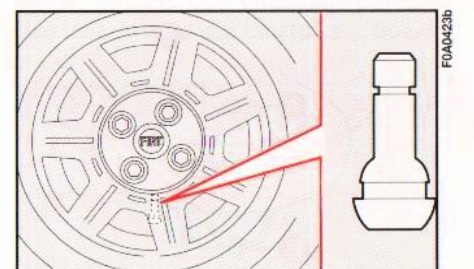

Abb. 12
20) Bei den Versionen mit großer Radkappe ist diese so anzusetzen, dass das Symbol **Abb. 12** mit dem Reifenventil übereinstimmt und sodann sind die vier Befestigungsschrauben wie in Punkt 19) gezeigt, festzuziehen.